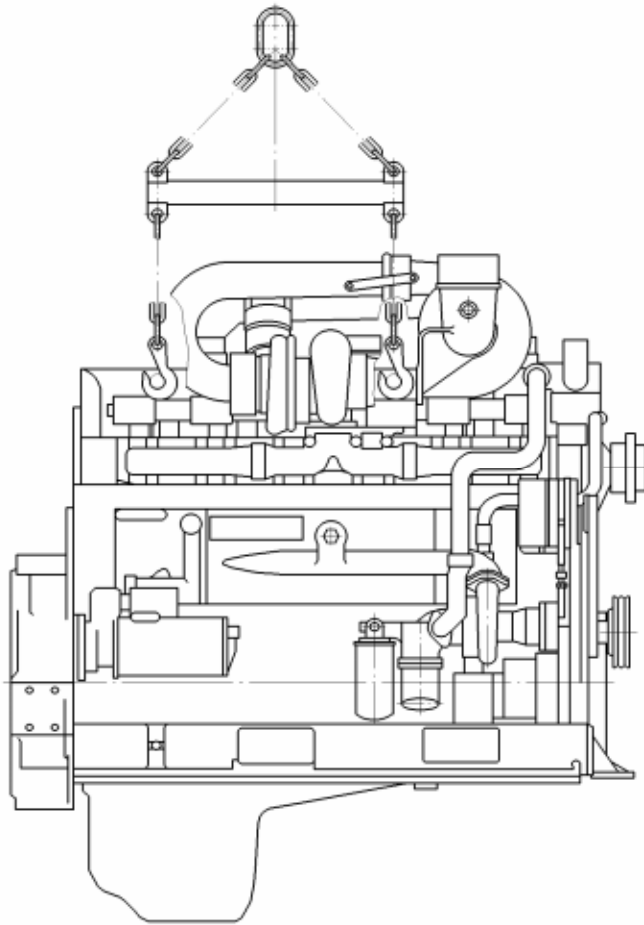

Рисунок 5.1 – Схема зачаливания для демонтажа и монтажа двигателя
- зачалить двигатель, используя чалочное приспособление с двумя подъемными крюками (рисунок 5.1), приподнять краном и медленно переместить вперед по ходу самосвала и установить на подставку;